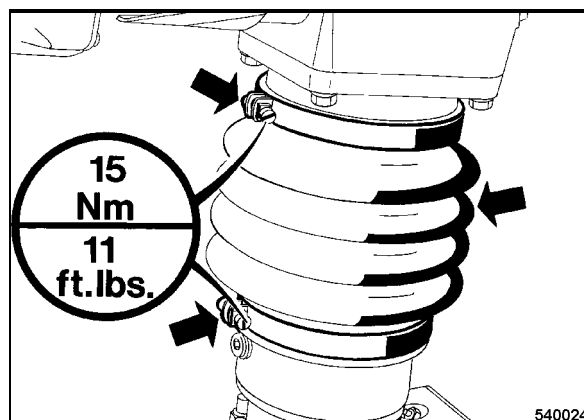

Fig. 28
- Comprobar las abrazaderas por asiento fijo (Fig. 28).